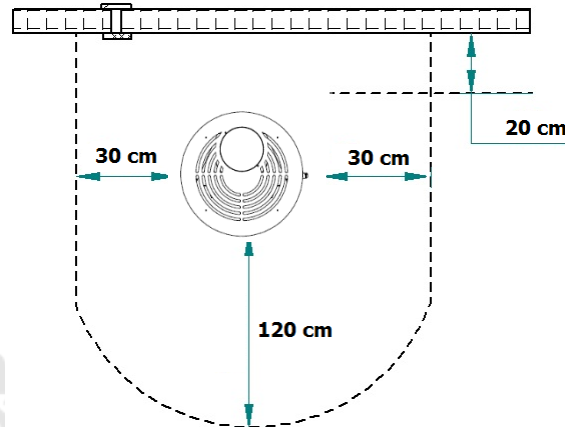

Figura 23 - Distancias mínimas de seguridad
- * Alrededor de las paredes de la estufa no deben utilizarse materiales combustibles. Debe respetar una distancia de seguridad de 20 cm con respecto a la parte trasera, 30 cm a los lados y 120 cm en la parte frontal, Figura 23;